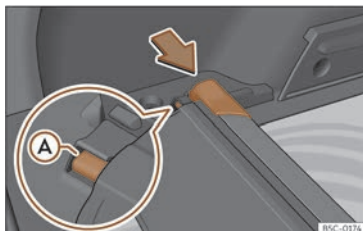

Fig. 122 No maleteiro: aloxamento para gardar a bandexa enrolable.
• Prema o cabezal da bandexa enrolable no sentido da frecha ata que encaixe no aloxamento previsto para este uso»» **fig. 122**. Asegúrese de que o patín (A) encaixa no aloxamento correspondente.